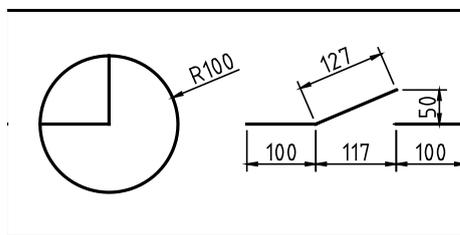

图3-94 完善内部图形
- 02 调用C【圆】命令、【直线】命令，完善内部图形，如图3-94所示。